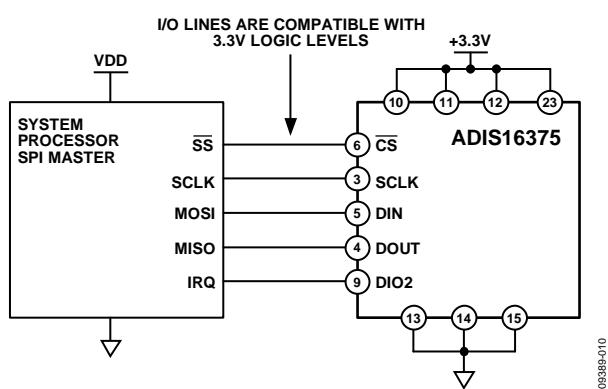

图9. 电气连接图
**ADIS16375**是一款自主传感器系统，当存在有效电源时，它会自动启动。完成初始化过程后，它开始采样、处理以及将校准的传感器数据载入输出寄存器，通过SPI端口可访问该数据。SPI端口通常连接到嵌入式处理器的兼容端口，连接图参见图9。四个SPI信号支持同步串行数据传输。